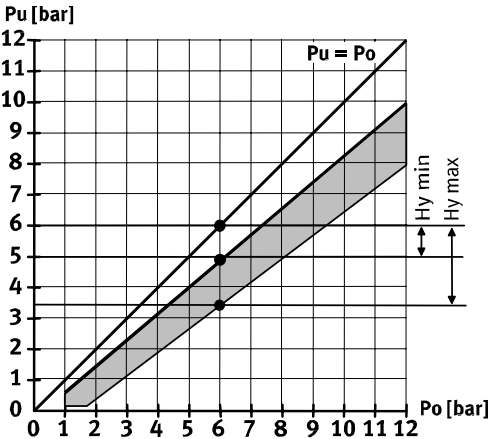

Fig. 5
- Appliquer la pression du point de commutation haut po au PEV-... (point de commutation bas pu plus l'hystérésis souhaitée Hy [voir diagramme de la fig. 5]). Le testeur de continuité ne change pas.